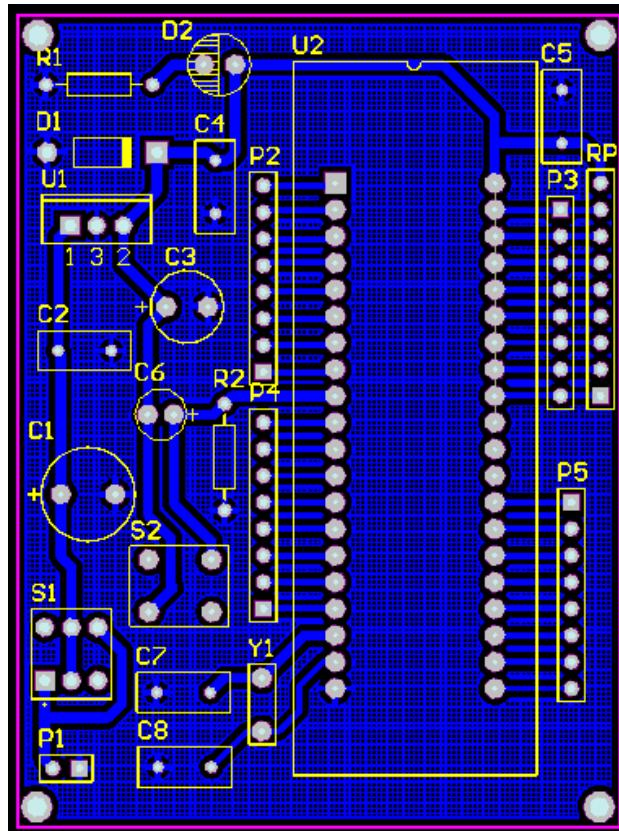

图 6-6.81 放置好敷铜后的 PCB
**Step6:** 单击 Ok，此时光标会变成“十”字形状，将光标移动到电气约束线的一个角单击鼠标左键，移动鼠标到另一个角后在单击鼠标左键。直到在电路板上画成一个框，然后单击鼠标右键结束敷铜。放置好敷铜后的 PCB 如图 6-6.81 所示。